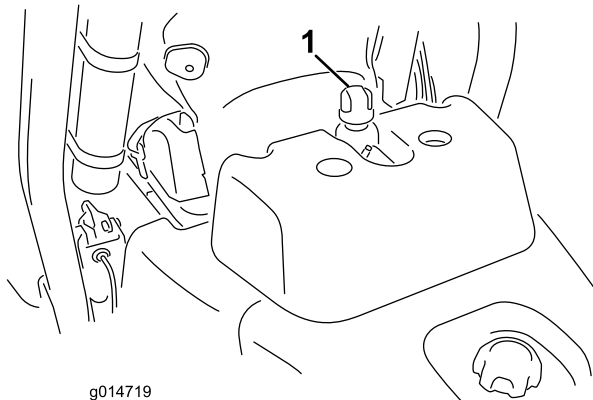

Figura 31
2. Retire a tampa do reservatório (Figura 31).